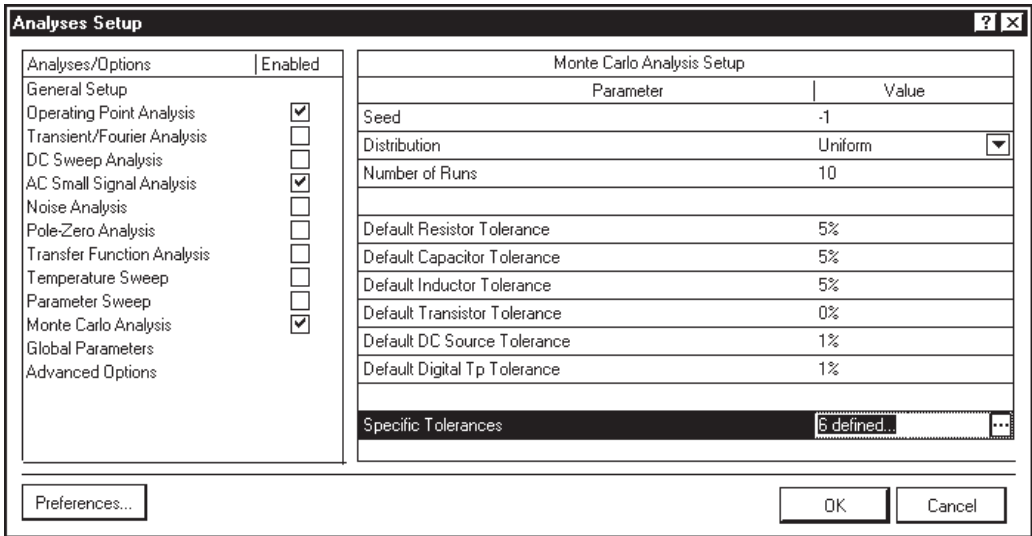

Рис. 8.36. Окно настройки режимов моделирования: анализ влияния разброса параметров методом Монте-Карло
1. В активном схемном документе выполнить команду меню **Edit Active Simulation Profile** (см. рис. 8.6) и выбрать в диалоговом окне настройки **Analyses Setup** вид анализа **Monte Carlo Analysis** (рис. 8.36).
9. Щелчком на кнопке **OK** закройте диалоговое окно индивидуальных настроек — программа возвращается в предыдущее диалоговое окно (см. рис. 8.36). В области **Value** строки **Specific Tolerances** появляется сообщение **6 defined** (Определено 6 настроек).
10. В полях настройки диалогового окна (см. рис. 8.36) назначьте нулевое значение допуска на разброс по умолчанию для всех компонентов схемы, кроме избранных.
Рассмотрим также пример моделирования для «худшего случая» погрешности компонентов. Для этого вернемся к настройке с 5-процентным допуском для всех компонентов по умолчанию и установим в поле **Distribution** (см. рис. 8.36) признак **Worst Case**.